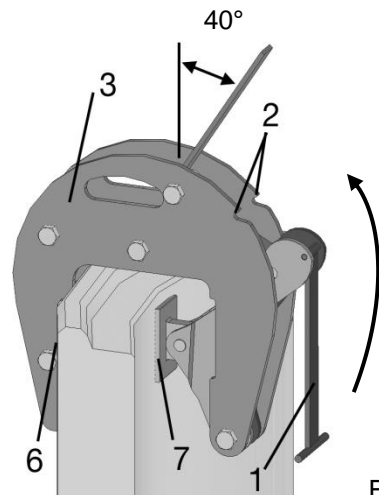
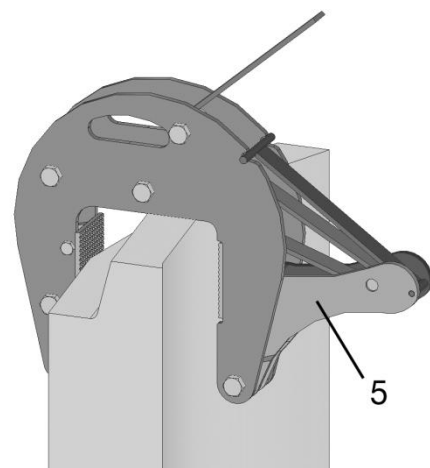

Fig. 2
Fig. 3
- Draai de open houder (1) naar boven (fig. 2) en vergrendel hem in de twee groeven (2) van de buitenbeugel (3): De klem is nu vergrendeld met maximale openingswijdte (Fig. 3). Let er bij het afstellen op dat de **spanbanden/kettingen** worden **ontlast** en **niet worden verdraaid**.
- Ontgrendel alle open houders (1) en zwenk ze naar beneden: de hoekhendels (5) worden door de veren naar voren gezwenkt.
- De twee klembekken (6) en (7) moeten over het gehele oppervlak in contact zijn met de ring (Fig. 2). Til de mangatring ca. 10 cm op.